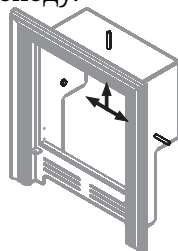

Рисунок 5. Топливный канал с дубелями крепления.
2. Установить топливный канал в проем со стороны предбанника. Топливный канал закрепляется изнутри тремя анкерными болтами М8×60 к стене (см. рисунок 5).